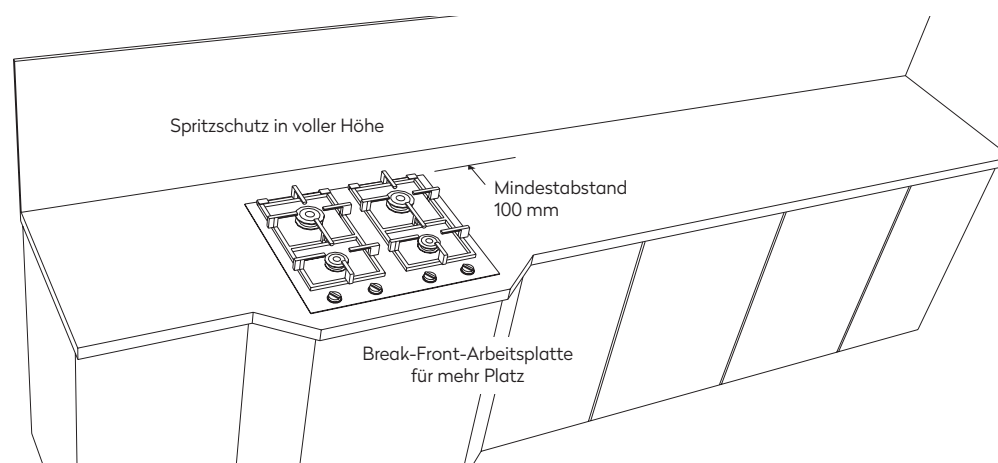

Abbildung C-2. Spritzschutz in voller Höhe
- Ein Break-Front-Design (siehe Abbildung C-2) kann erforderlich sein, um den nötigen Platz zu schaffen, damit der Kochfeldausschnitt entsprechend der zusätzlichen Platzanforderung positioniert werden kann. Wenn kein Break-Front-Design möglich ist, kann alternativ ein nicht brennbares Material für den Spritzschutz hinter dem Kochfeld gewählt werden.